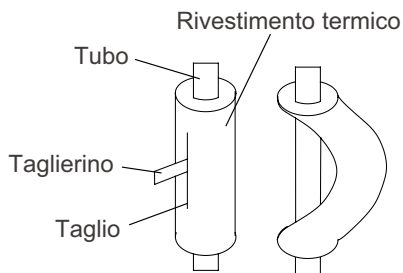

Fig. 11
4. Quando si piega un tubo, non piegarlo così com'è, o questo si schiaccia. In questo caso, tagliare il rivestimento termico con un taglierino affilato, come mostrato in Fig. 11, e piegarlo dopo aver esposto il tubo. Dopo aver piegato il tubo secondo necessità, ricordarsi di rimettere il rivestimento termico sul tubo e fissarlo con del nastro adesivo.